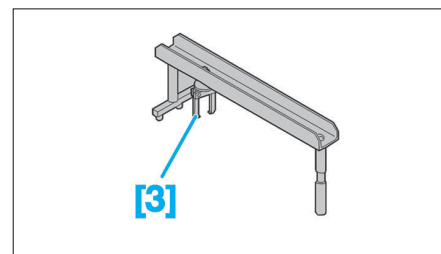

Fig. 47
- [3]. Kit extraction injecteur diesel (réf : 1616-A) (Fig.47).